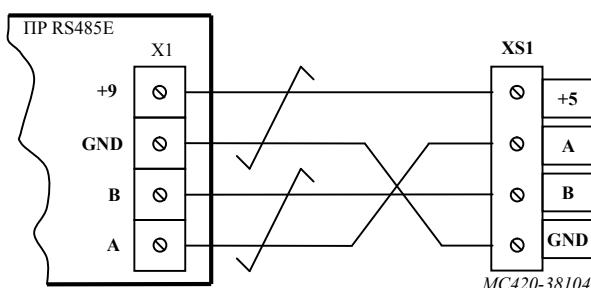

Рисунок 4.1 Схема подключения UTP-кабеля.
- подключите UTP-кабель к клеммам интерфейса RS-485, расположенным на ПР RS485E (клеммный блок X1), согласно схеме Рисунок 4.1;